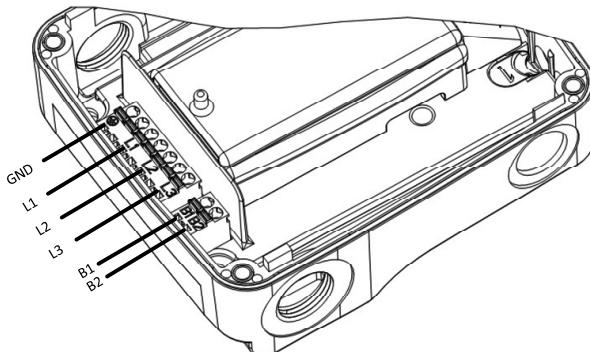

Рисунок 3. Электрическая схема
Электрические соединения насоса необходимо выполнить согласно электрической схеме (рисунок 3), которая отображена на нижней стороне крышки двигателя. Перед этим необходимо отвинтить верхнюю крышку (рисунок 1 – ПОЗ. 2). Согласно стандарту IEC 60446 рекомендуется использовать следующий порядок электрического подсоединения проводов:
- Насос серии GHN basic II оснащен теплозащитой, которую можно подключить к внешнему контролирующему устройству. Если контакты В1 и В2 (рисунок 3) не замкнуты, то двигатель насоса перегревается и его необходимо охладить. Если ошибка повторяется, необходимо произвести сервисное обслуживание.